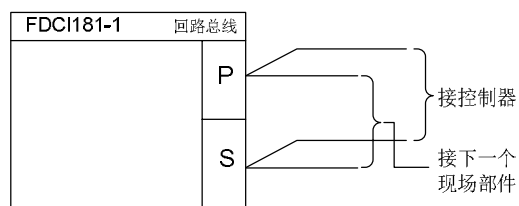
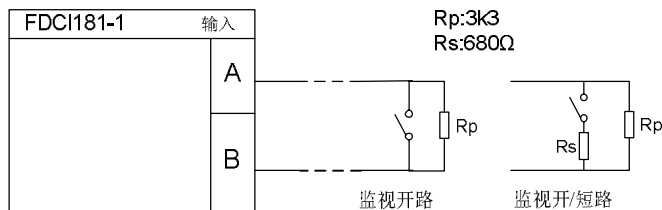

图 5
图 6
监视输入线路的“开路”或者“开路及短路”故障。为实现上述功能，须在输入线路上正确连接终端电阻（如图6）。当输入线路发生短路时，向控制器发出故障信号。输入信号应为无源信号。
1. 按图 5、图 6 所示将电缆连接到端子上。